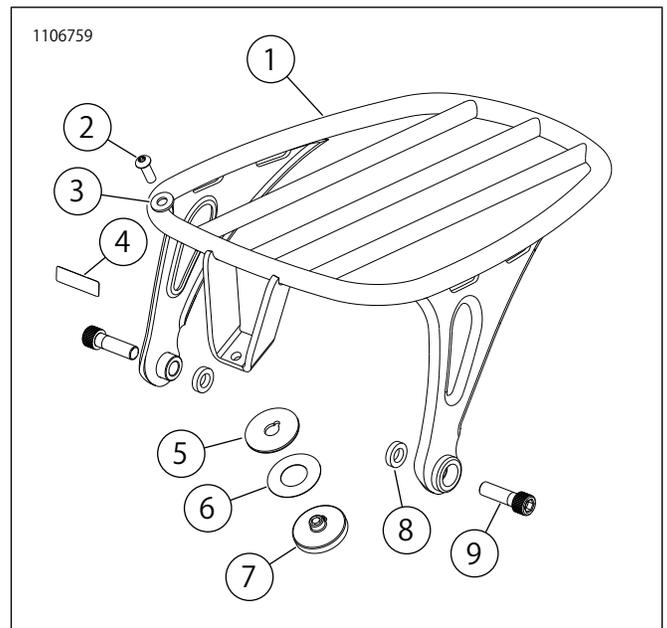
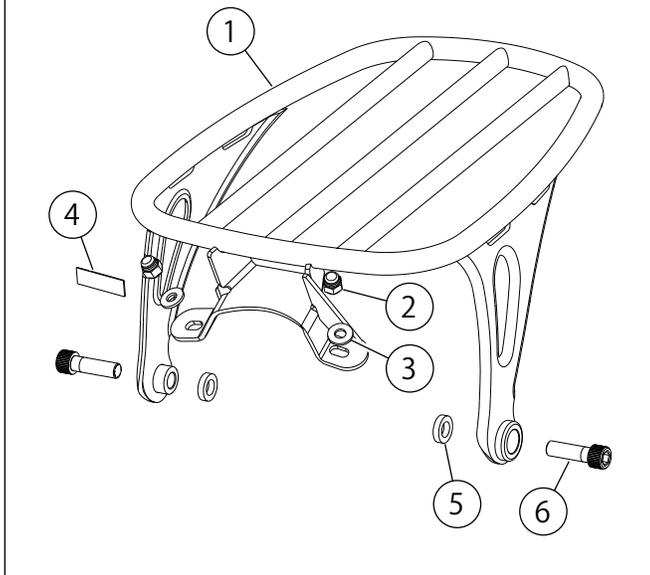

図7。キット50300120
図8。キット 50300154/156
「図7」および「図8」を参照してください。表1を参照してください。
g. 「図7」を参照してください。フェンダーとフェンダーマウントの間のドッキングスペーサー(8)を取り付けるし、ソケットヘッドキャップスクリューで固定します。
12. 「図7」を参照してください。スクリュー(2)を締め付けます。
- g. 「図8」を参照してください。フェンダーとフェン